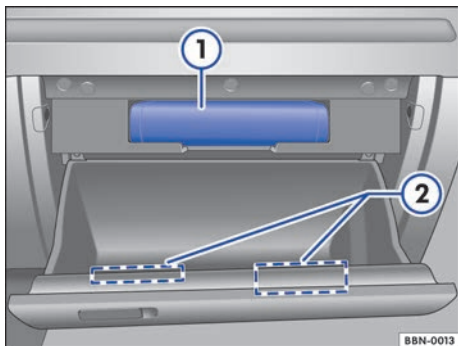

图 93 处于打开状态的前排乘员侧杂物箱
根据整车配置，该杂物箱上部可能设有一随车文件存放格 ⇒ 图 93 ①。